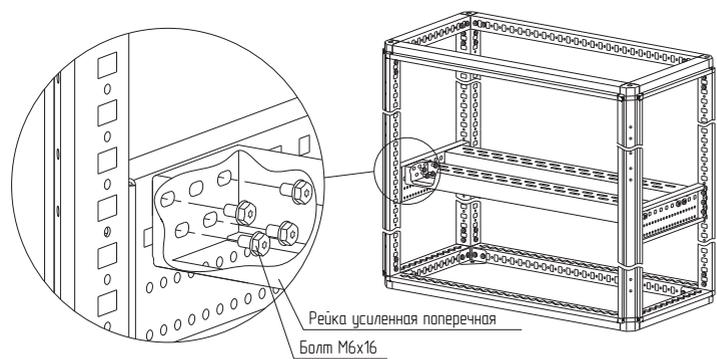

Рисунок 38
4.21.3 Установить рейку усиленную поперечную между реек усиленных боковых и закрепить болтами М6 × 16 (рисунок 38).